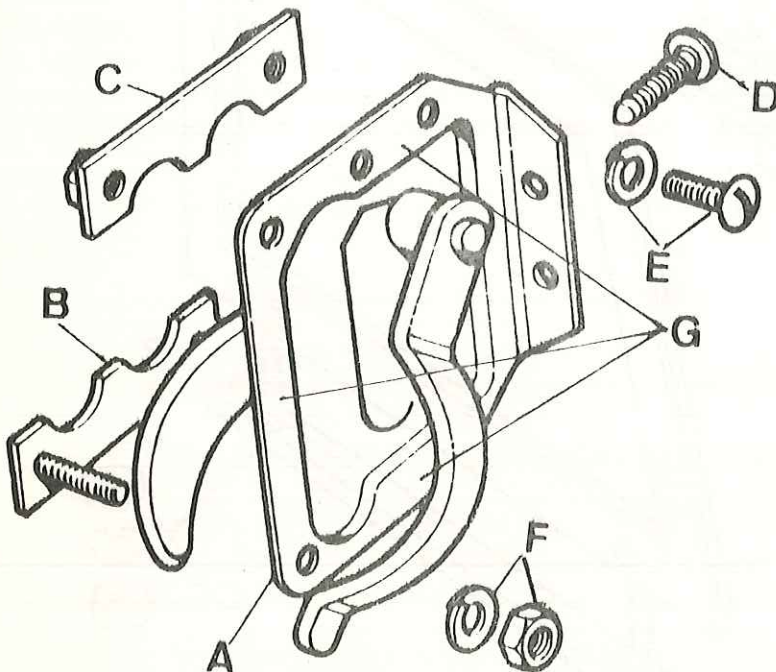

Fig. Q1-22 Conjunto cerradura de puerta
- 2.1. Desmontar la cerradura, A (Fig. Q1-22) soltando sus elementos de fijación.